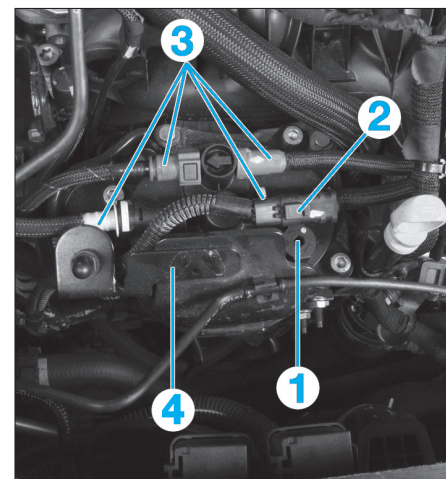

Fig. 42
- Ouvrir la vis de purge (1) (Fig.42).